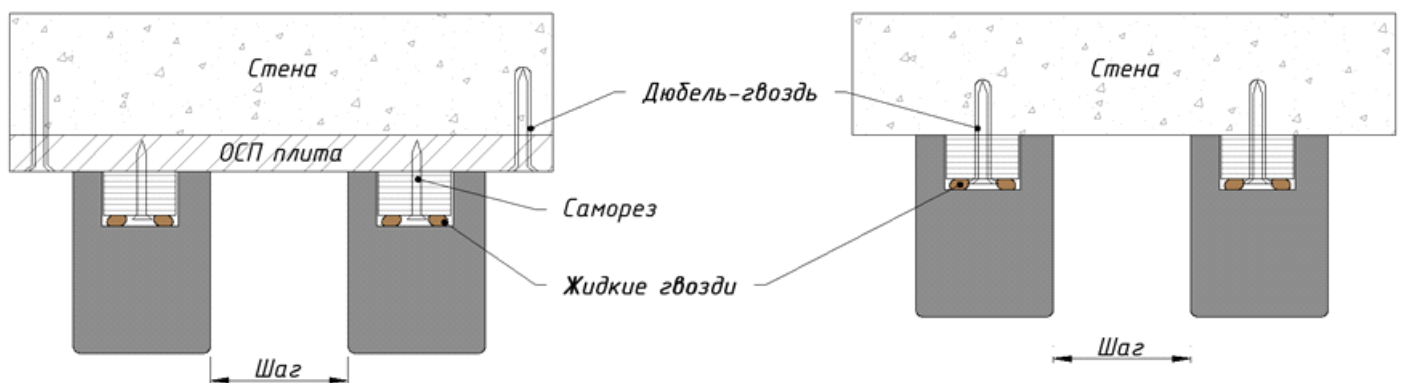

Рисунок 4. Варианты крепления на основание с подготовкой и без
3. На закрепленную крепежную рейку наносим жидкие гвозди и производим вклейку декоративной рейки (Рис. 4);